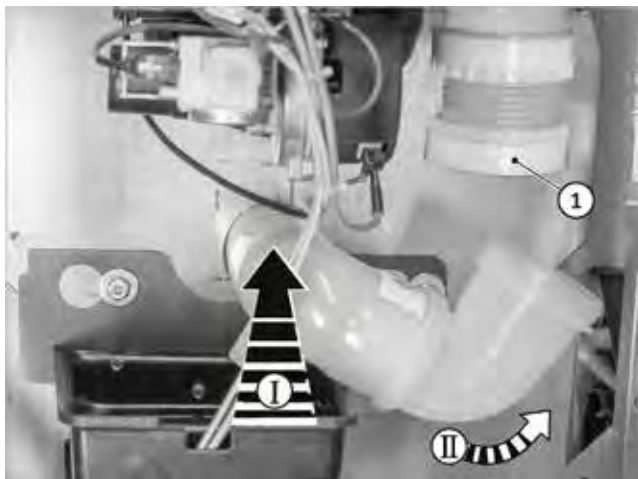

Fig. 41: montare la curva della tubazione fumi
5. Spingere il dado di sicurezza (cfr. ➔ fig. 41(1)) verso il basso e avvitare poi alla curva della tubazione fumi.